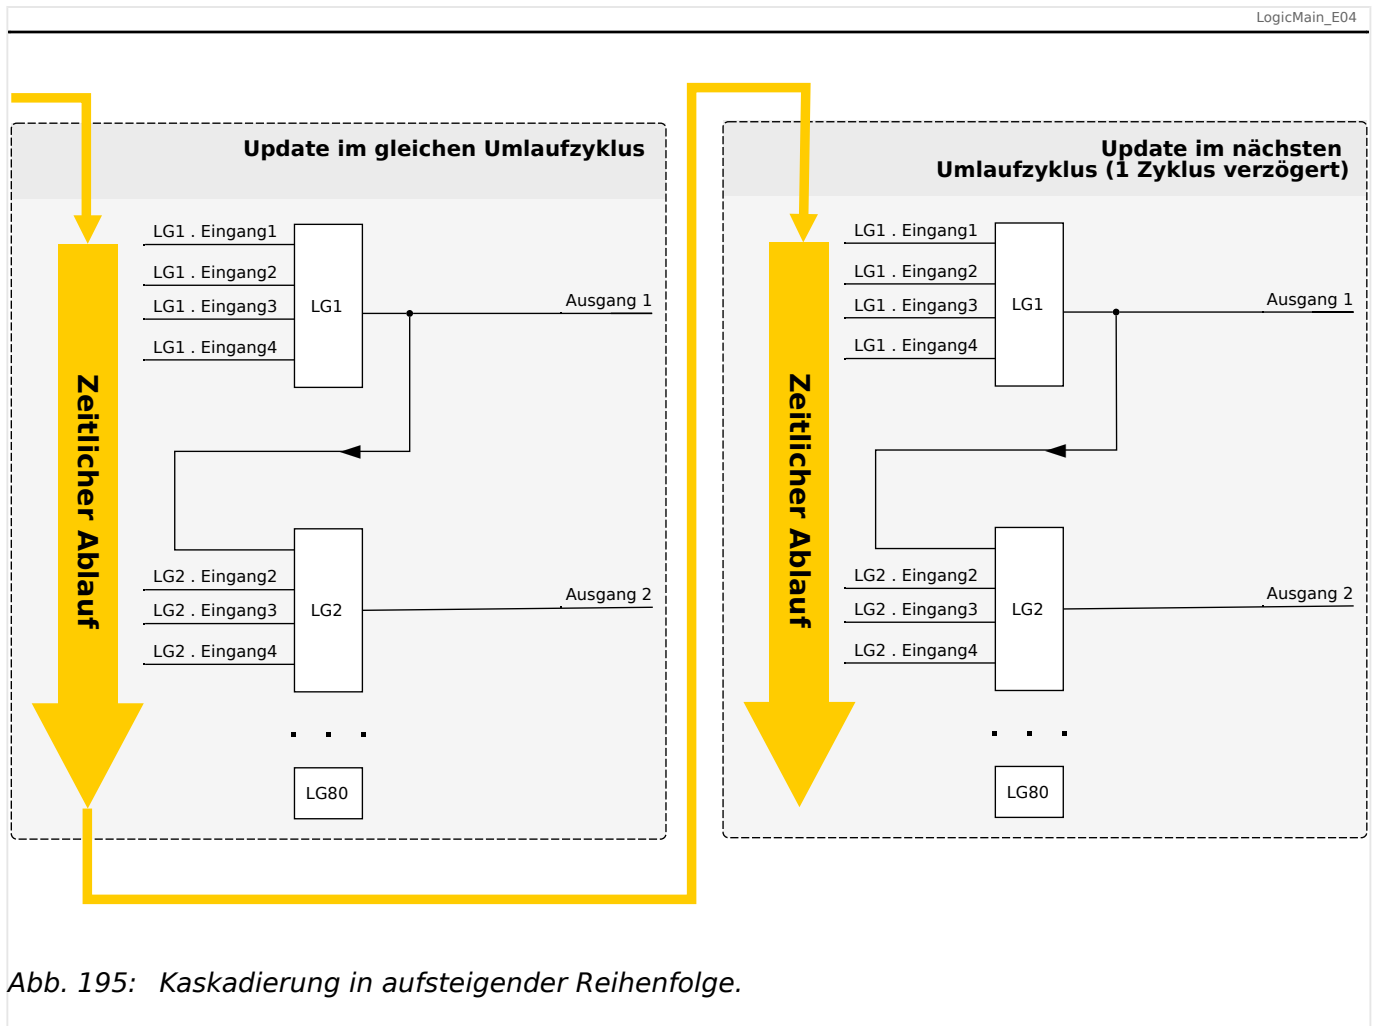
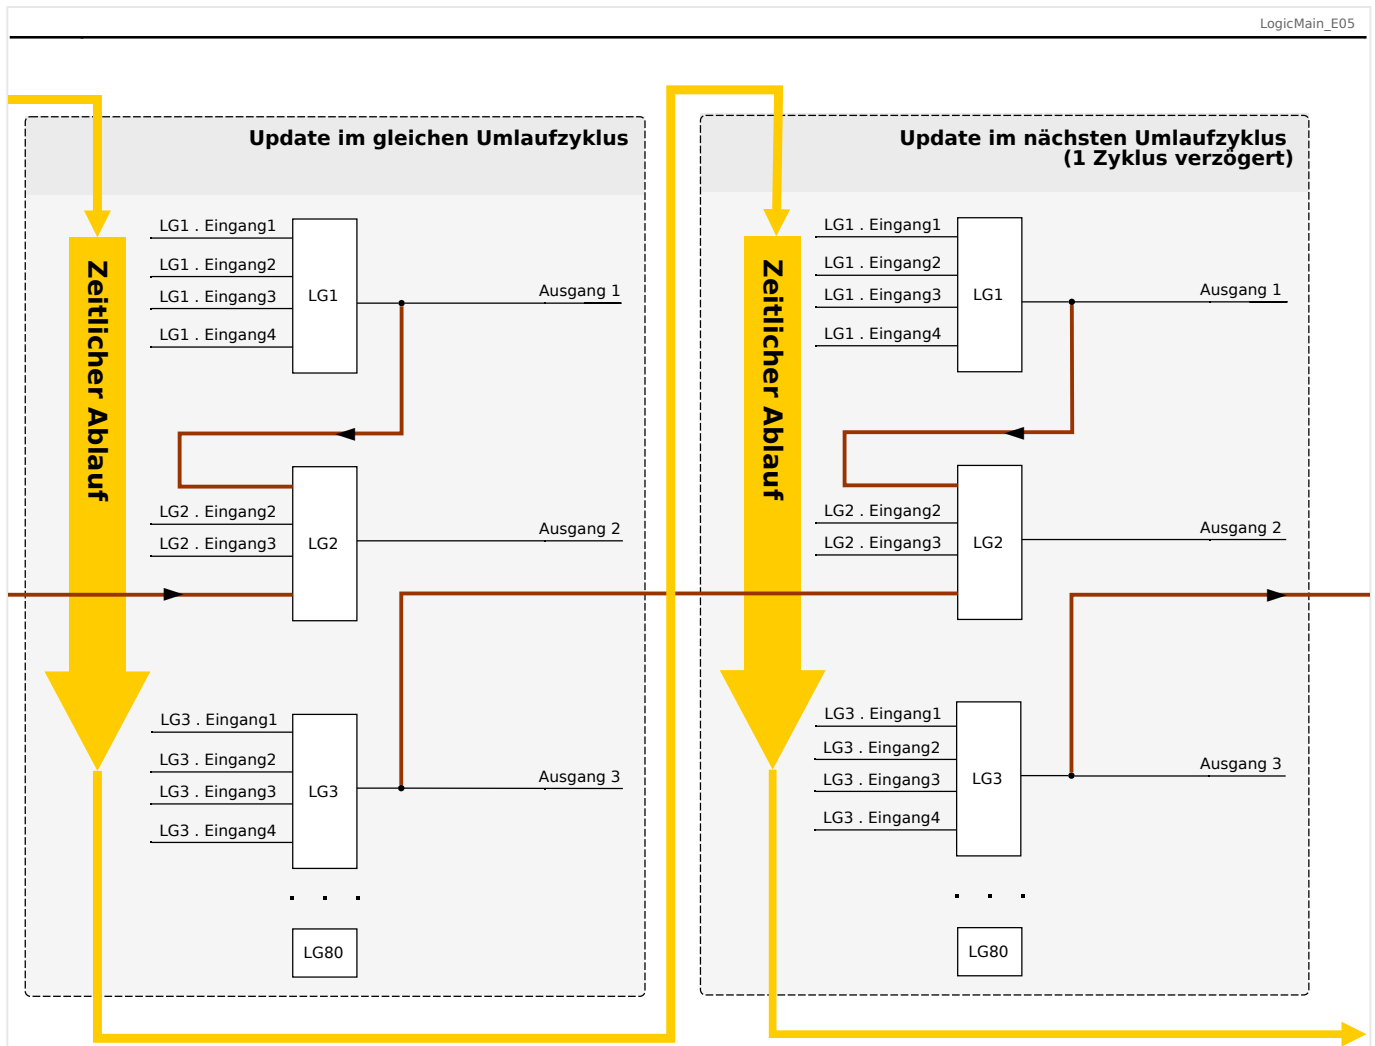

Abb. 195: Kaskadierung in aufsteigender Reihenfolge.
Abb. 196: Kaskadierung in absteigender Reihenfolge.
- Kaskadierung in **aufsteigender** Reihenfolge bedeutet, dass der Ausgang einer Logikgleichung auf den Eingang einer Logikgleichung mit **höherer** Nummer rangiert wird. Das Diagramm  Abb. 195 weiter unten zeigt ein Beispiel, bei dem der Ausgang von LG1 auf einen Eingang von LG2 rangiert wird.
- Kaskadierung in **absteigender** Reihenfolge bedeutet, dass der Ausgang einer Logikgleichung auf den Eingang einer Logikgleichung mit **niedrigerer** Nummer rangiert wird. Das Diagramm  Abb. 196 zeigt ein Beispiel, bei dem der Ausgang von LG3 auf einen Eingang von LG2 rangiert wird.
Bei der Konfiguration des Schutzgerätes bestehen keinerlei Einschränkungen oder Unterschiede zwischen aufsteigender und absteigender Reihenfolge. Da allerdings während der Laufzeit des MCDGV4 die Logikgleichungen in aufsteigender Reihenfolge ausgewertet werden, haben die resultierenden Ausgangswerte, die am Eingang der Logikgleichung anstehen, ein unterschiedliches „Alter“, wie in  Abb. 195 und  Abb. 196 veranschaulicht wird.
Das in Abb. 196 gezeigte Beispiel zeigt eine Konfiguration von „Logikgleichung 2“, die den Ausgang von zwei weiteren Logikgleichungen, „Logikgleichung 1“ und „Logikgleichung 3“, als Eingangszustände verwendet. Hierbei ist der Ausgang von „Logikgleichung 1“ in aufsteigender Reihenfolge verwendet, sodass der Wert in jeweils demselben Prozesszyklus ermittelt wird. Der Ausgang von „Logikgleichung 3“ wird in absteigender Reihenfolge verwendet, sodass der Wert in dem jeweils vorherigen Prozesszyklus ermittelt wurde.